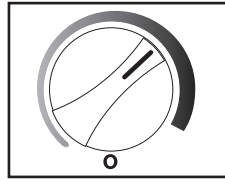

Fig. 15
- Cuando la máxima temperatura se haya alcanzado, regrese el botón hacia el número 2 del control de temperatura. Ver Fig. 15